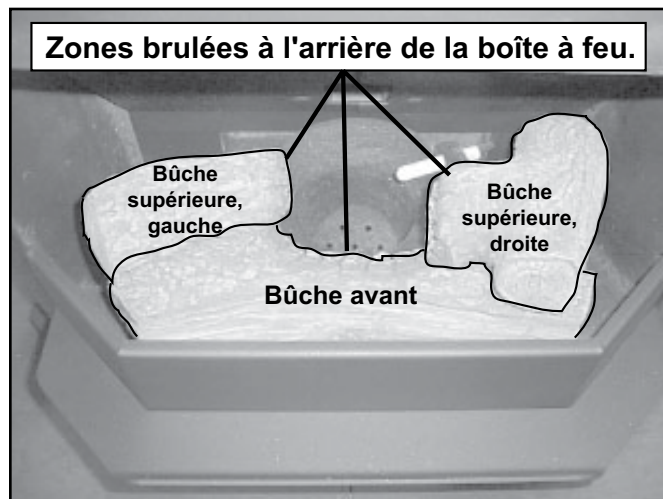

Figure 22.2
2. Placez les bûches de gauche et de droite sur la bûche avant, en plaçant les trous dans la base des bûches de droite et de gauche sur les broches de positionnement de la bûche avant. Voir la **Figure 22.2**. Assurez-vous que les extrémités carbonisées pointent vers le creuset de combustion.